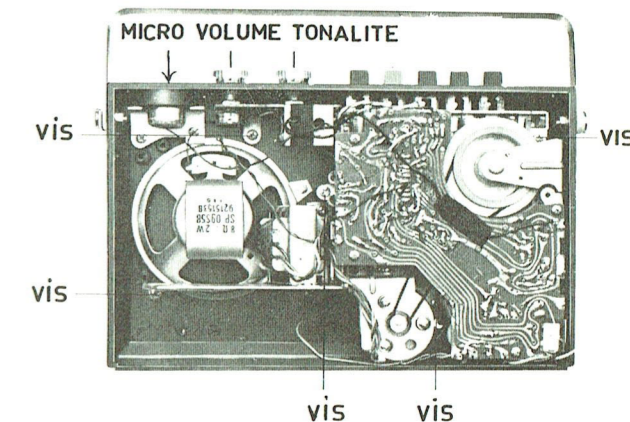

Fig. 5
- 1 - Ôter les deux vis du capot arrière. (voir Fig. 5)
- 3 - Enlever les boutons de réglage du volume et de la tonalité (voir Fig. 5).
- 4 - Ôter les cinq vis auto-taraudeuses de fixation du châssis (voir Fig. 5).